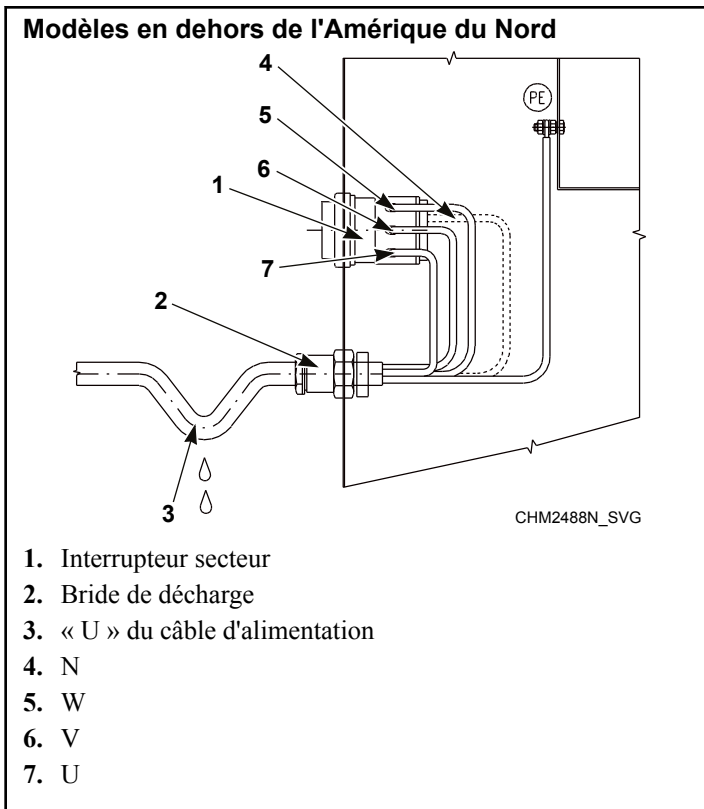
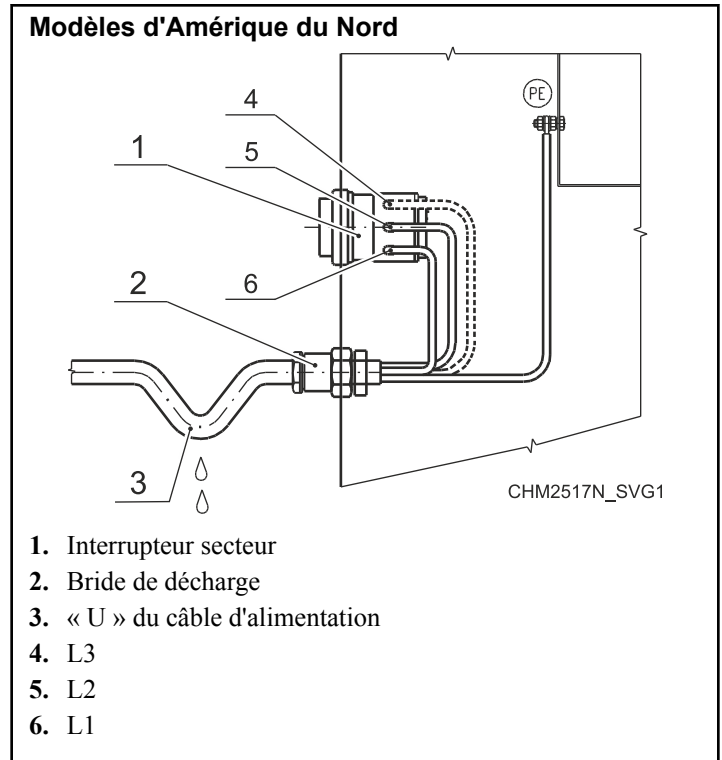

Figure 36
Figure 37
5. Connectez les conducteurs de câble d'alimentation aux bornes d'entrée (interrupteur principal [1]) marqué avec L1/U, (L2/V), (L3/W), (N), et le terminal marqué avec PE. Voir *Figure 36* ou *Figure 37*.
6. Prévoyez de faire un U avec le câble à proximité de la machine pour qu'il ne soit pas tendu. Cela évitera que de l'eau condensée goutte dans la machine. Voir *Figure 36* ou *Figure 37*.